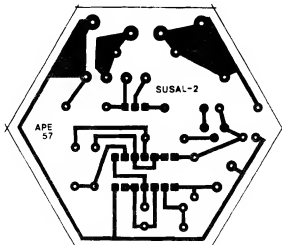

Fig.2
- FIG. 2 - LAY OUT DO CIRCUITO IMPRESSO ESPECÍFICO - Tratando-se de um desenho especialmente desenvolvido para a utilização no construtor dos projetos "Patola" indicados na LISTA DE PEÇAS, os requisitos mecânicos, formas, dimensões, etc., são rigorosos, e não podem ser desrespeitados, a menos que o Hobbysta